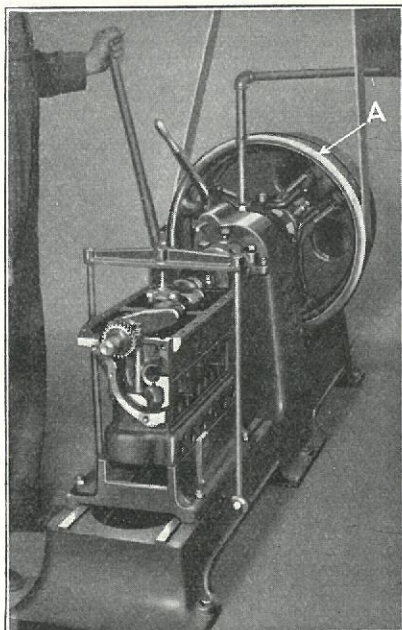

Fig. 171
- 248** Anbring Blokken paa en Indløbningsmaskine (Fig. 171), der gør ca. 700 Omdrejninger pr. Minut. Arbejdet heri varer eet til to Minutter. Lejerne skal ryge stærkt og smøres rigeligt under Indløbningen. Hvis de ikke ryger stærkt, viser det, at Lejerne ikke er spændt tilstrækkeligt, tag derfor nogle af Mellem læggene ud fra begge Sider af Lejerne. Spænd derefter atter Lejerne til og gentag Indløbningen.
- 249** Naar Akslen er tilstrækkelig indløbet, kan den drejes rundt med Indløbsmaskinens Haandhjul (Fig. 171-A) eller ved Hjælp af en ca. 0,5 m lang Stang.